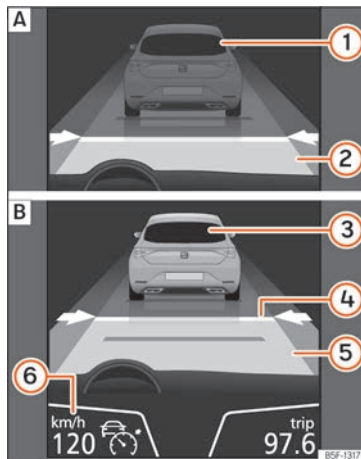

Fig. 163 Sur l'écran du tableau de bord : **A** | ACC inactif (veille). **B** | ACC actif.
Indication d'état sur l'écran » fig. 163 :
Quand l'ACC est connecté, le témoin de contrôle vert s'allume sur le combiné d'instruments (🚗) ; la vitesse programmée et l'état de l'ACC s'affichent à l'écran »» fig. 163.
- Appuyez ensuite sur la touche **SET** »» fig. 165. À ce moment, l'ACC est activé, la vitesse actuelle et la distance sont programmées. L'image du combiné passe au mode **Actif** »» fig. 163 [B].
- Pour programmer la vitesse, appuyez sur la touche + ou - jusqu'à la vitesse voulue »» fig. 163 [C]. Le réglage de la vitesse s'effectue par intervalles de 10 km/h (5 mph).
La distance entre les deux véhicules »» fig. 163 [4] est affichée sur l'écran du tableau de bord. Vous pouvez choisir entre 5 niveaux de distance. SEAT recommande le niveau 3. La distance programmée peut être modifiée lorsque le véhicule est à l'arrêt ou lors de la conduite »» [A].